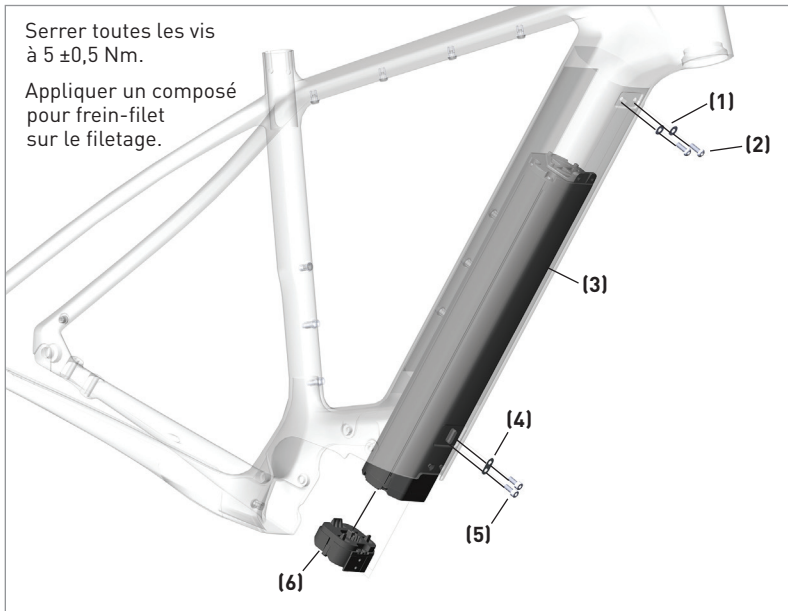

Figure 7
4. Lors du remontage de la batterie, utilisez les valeurs de couple indiquées à la figure 7.